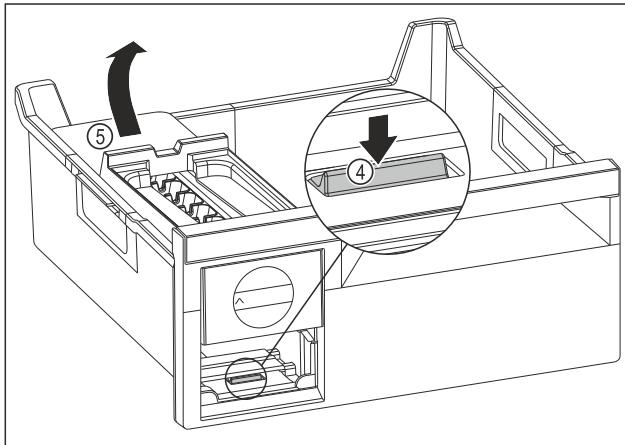

Fig. 111
- Odoberte korpus EasyTwist-Ice: Strmeň Fig. 111 (4) zatlačte prstom nadol a súčasne druhou rukou zdvihnite zozadu korpus EasyTwist-Ice Fig. 111 (5).